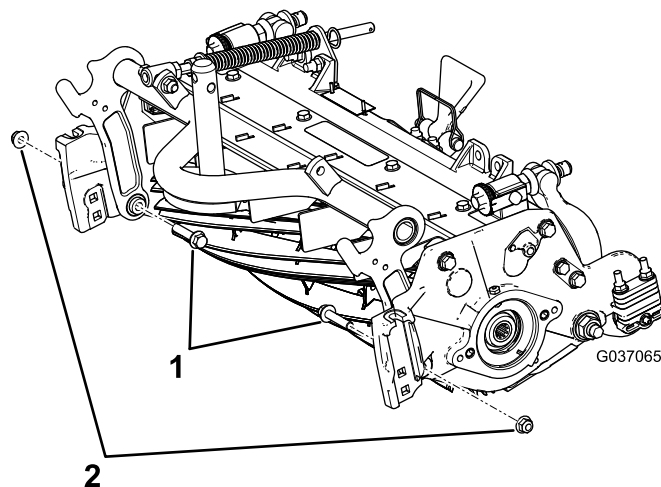

Рисунок 7
B. Установите 2 имеющихся болта с фланцевыми головками с внутренней стороны режущего блока и закрепите их фланцевыми контргайками  $\frac{3}{8}$  дюйма (Рисунок 7).